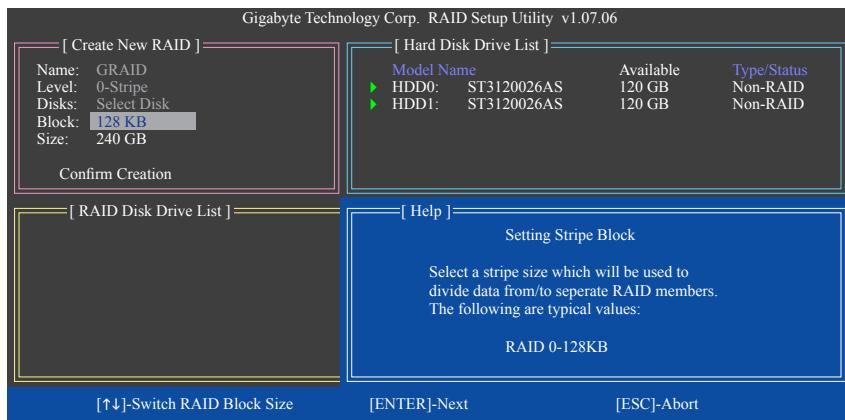

図 6
4. ブロックサイズを設定 (RAID 0 のみ): Block 項目の下で、上または下矢印キーを使用してストライプブロックサイズを 4 KB~128 KB の範囲で選択します (図 6)。<Enter> を押します。